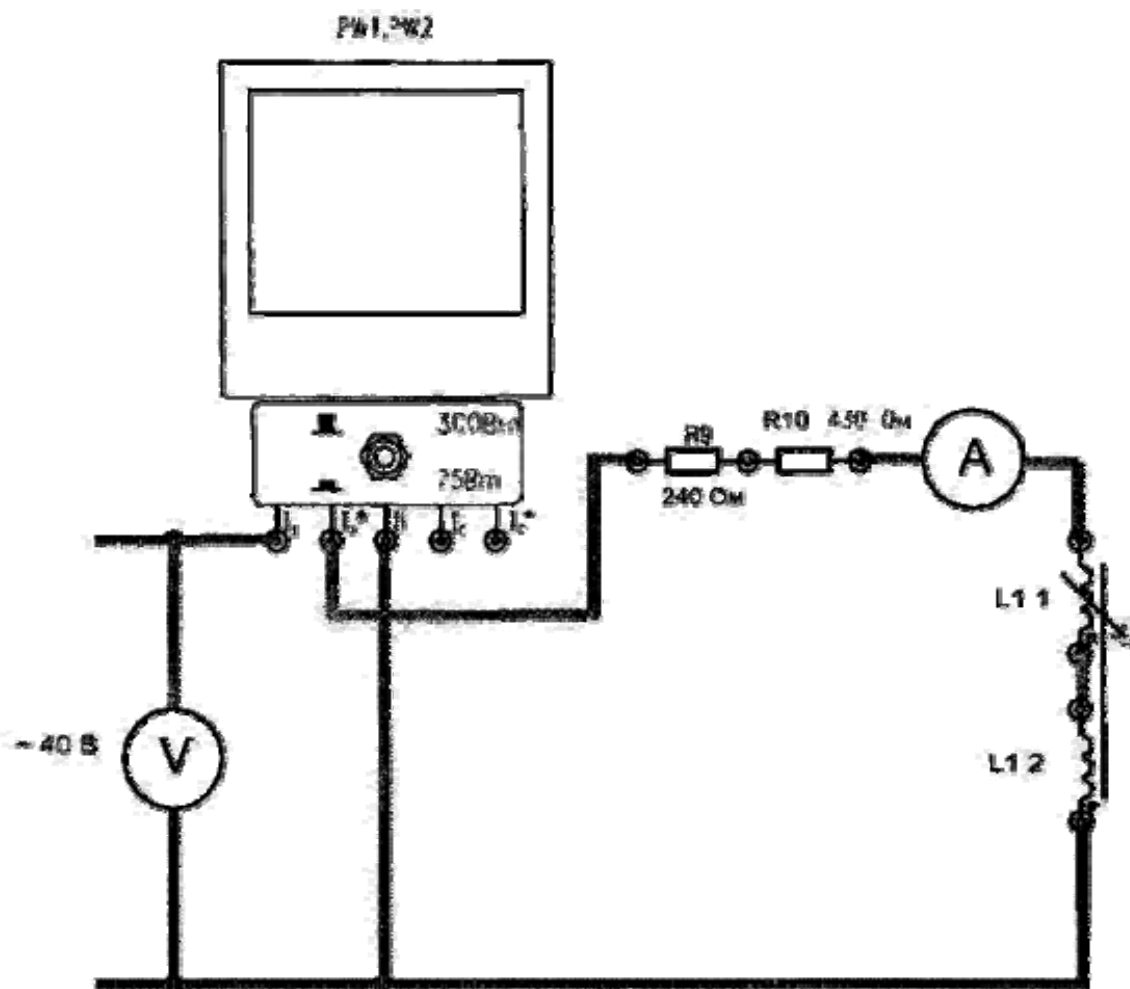

Рис. 12.
12.3.2. Собрать и изучить схему электрической цепи (рис. 12.).